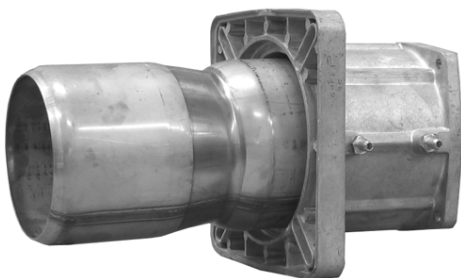

Fig. 12 - Tobera en versión corta
- 5 Extraer la tobera del botín embridado y volverla a montar por el lado opuesto, como se muestra en Fig. 12 y Fig. 13, fijándola con los tornillos extraídos anteriormente.